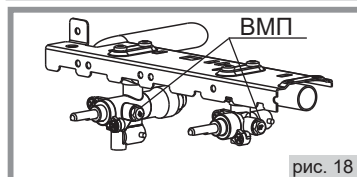

рис. 18
19.2. Проведение замены винтов малого пламени (ВМП) в кране-термостате и кранах горелок стола (рис. 18, 19):